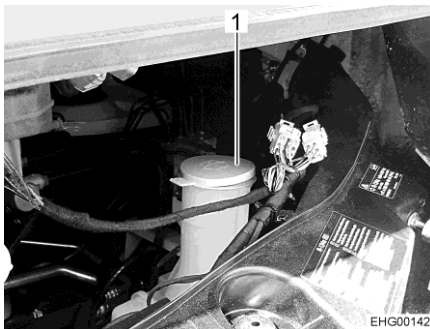

Fig. 35 Tubo de llenado (depósito de agua para lavar)
- Quitar la tapa (Fig. 35,1) del tubo de llenado del depósito de agua para lavar.
- Apretar la tapa (Fig. 35,1) sobre el tubo de llenado del depósito de agua para lavar.